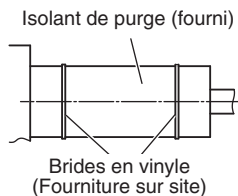

Fig. 3-9
- Après avoir bien connecté le tuyau de purge, enrôler la garniture fournie et l'isolant du tuyau de purge autour du tuyau, puis le fixer avec les brides en vinyle. (Fig. 3-9)